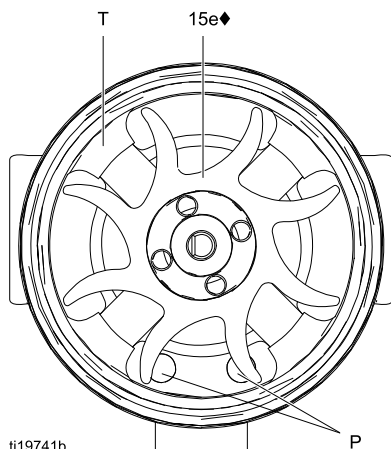
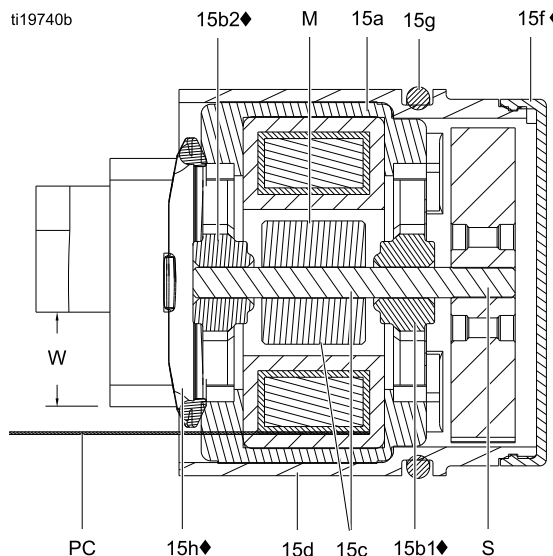

Figure 34 Orientación del ventilador
Figure 35 Corte transversal del alternador
12. Sostenga el conjunto de la bobina (15a) en un banco de trabajo con el extremo del ventilador orientado hacia arriba. Presione el ventilador (15e♦) sobre el extremo largo del eje (S). Las paletas del ventilador deben estar orientadas como se muestra.
13. Con cuidado, presione el conjunto de bobina (15a) en la parte frontal del alojamiento (15d♦) mientras alinea la clavija de la bobina con la ranura del alojamiento. El conector de 3 cables (PC) debe posicionarse debajo de la muesca más ancha (W) de las lengüetas del alojamiento, como se muestra en la Fig. 35. Asegúrese de que las clavijas de alineación (P) de la bobina estén ubicadas como se muestra en la Fig. 34.
14. Rote el ventilador (15e) de forma tal que sus paletas no bloqueen las cuatro lengüetas del cojinete (T) en la parte trasera del alojamiento. Asegúrese de que las hojas del cojinete inferior (15b1♦) estén alineadas con las lengüetas.